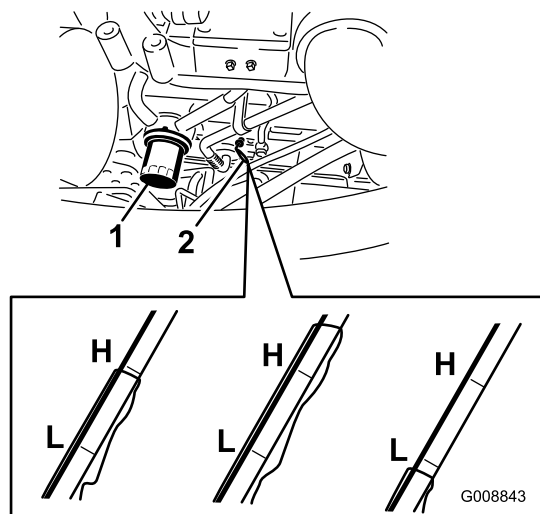

図 59
2. ディップスティックを抜き取り、付いているオイルをウェスで拭き、もう一度一杯に差し込んで抜きとる 図 59。
3. オイルフィルタ 図 59を外す。